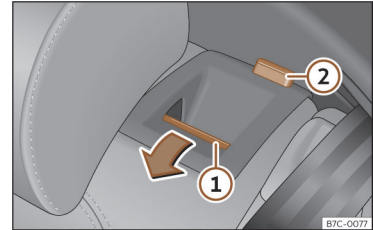

Fig. 112 Bancheta: rabatarea spătarului.
- Apăsați butonul de deblocare»» **fig. 112** ① către față și în același timp rabatați spătarul. Dacă marcajul roșu al butonului ② este vizibil, spătarul banchetei nu este fixat pe poziție.
Dacă marcajul roșu al butonului»» fig. 112 ② este vizibil, spătarul banchetei nu este fixat pe poziție.